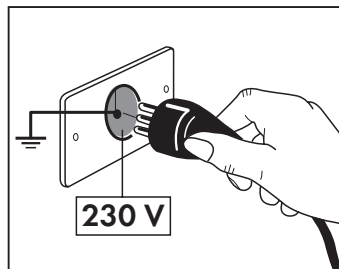

Fig. 1
- Assurez-vous que l'installation électrique du secteur (230 V 50 Hz) est dotée d'une mise à la terre et d'un disjoncteur thermique, conformément aux normes en vigueur sur cette matière (**Fig. 1**).